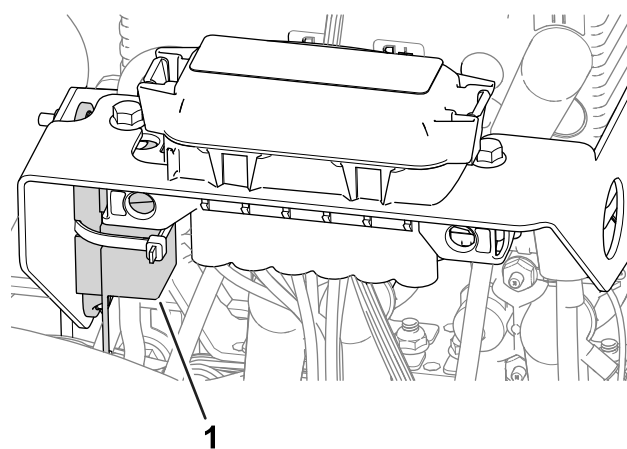

Figure 54
- Le fusible du moteur de roue gauche (60 A) est situé sous le couvercle, sur le côté gauche de la machine, près des fusibles du circuit de commande des cylindres (Figure 54).